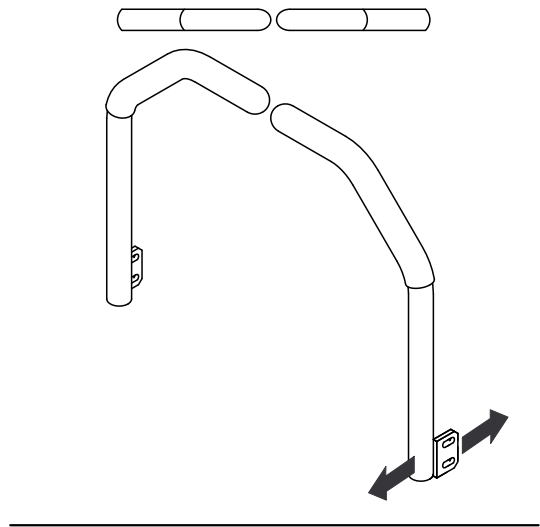

Bild 62
5. Stellen Sie die Fahrtriebshebel so ein, dass sie ausgerichtet sind (Bild 62) und ziehen Sie die Schrauben fest, um die Hebel an den Pfosten zu befestigen.